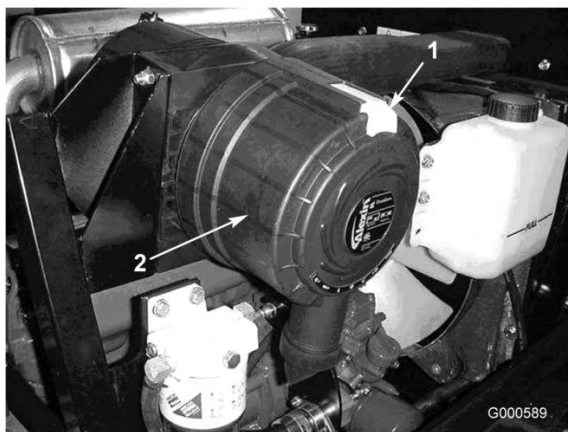

図 31
1. ラッチを引いて外し、カバーを左にひねってボディーからははずす (図 31)。